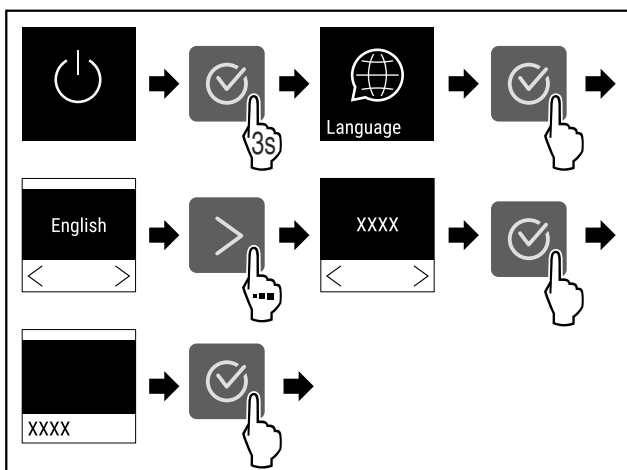

Fig. 50
- Provedte akční kroky (viz Fig. 50) .